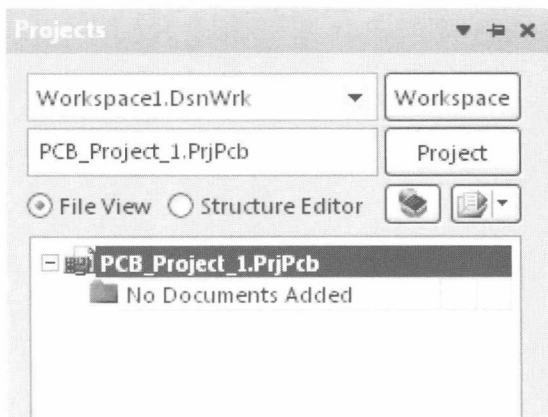

图 1-7 新建一个工程
(2) 当面板区出现 Project 面板时，系统将会显示新工程文件 PCB_Project1.PrjPcb 和 No Documents Added 文件夹，如图 1-7 所示。